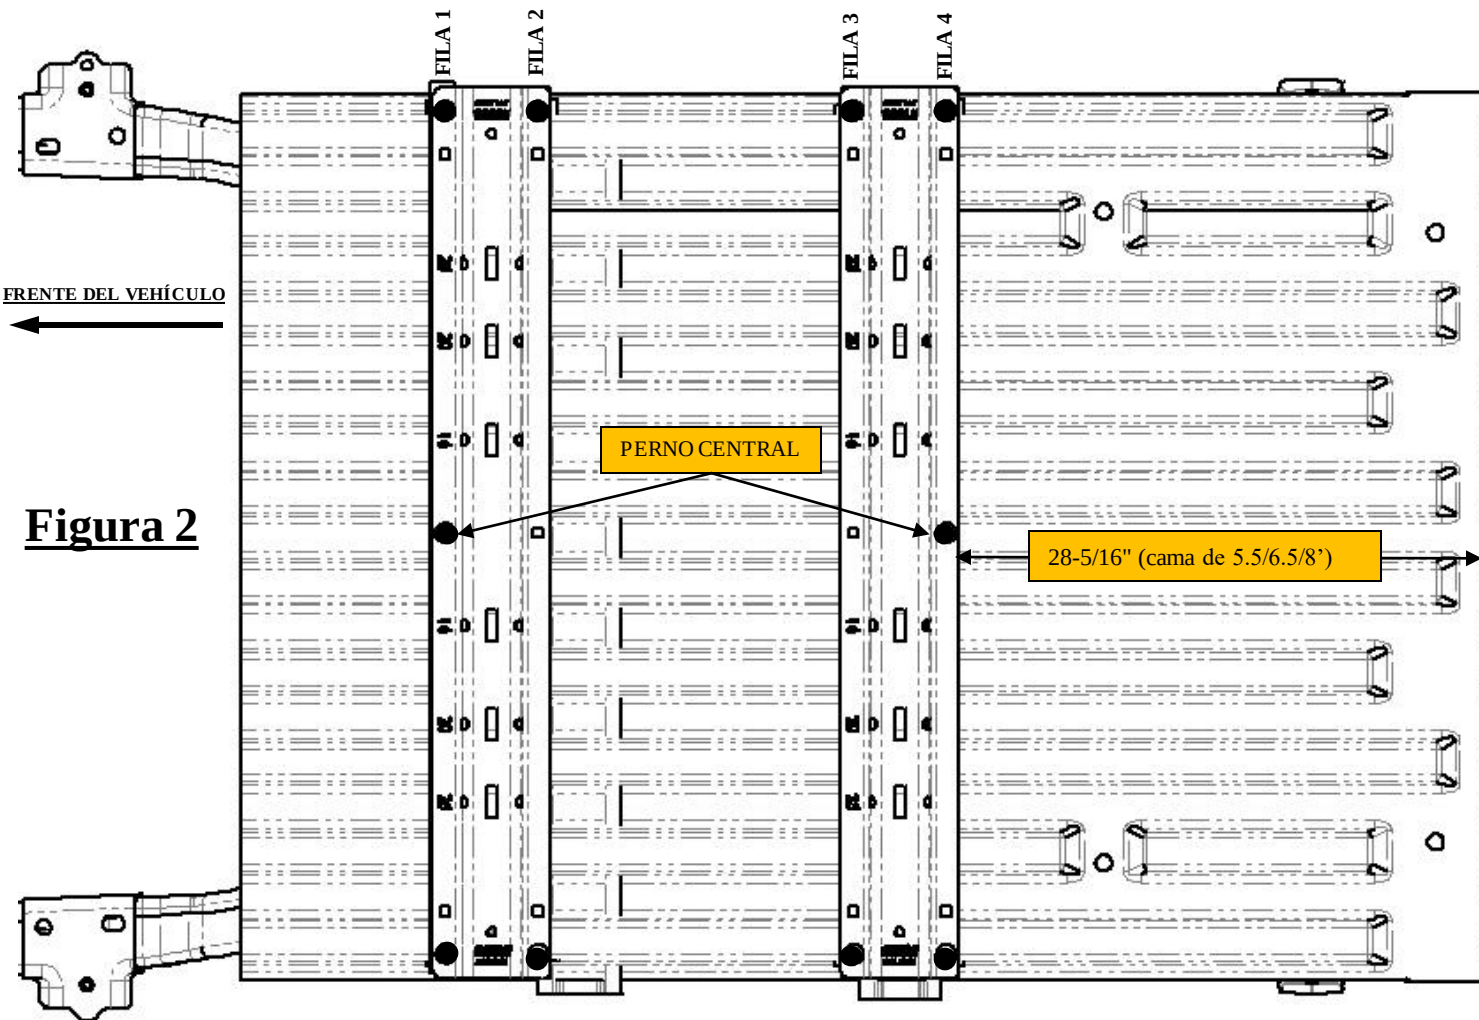

Figura 2
3. Colocar el larguero de montaje posterior en la caja del vehículo, usando la cinta de medir, centrar el larguero entre las costuras de soldar a lo largo del piso de la caja del vehículo y la distancia correcta desde el borde posterior del vehículo como se ilustra en la Figura 2.